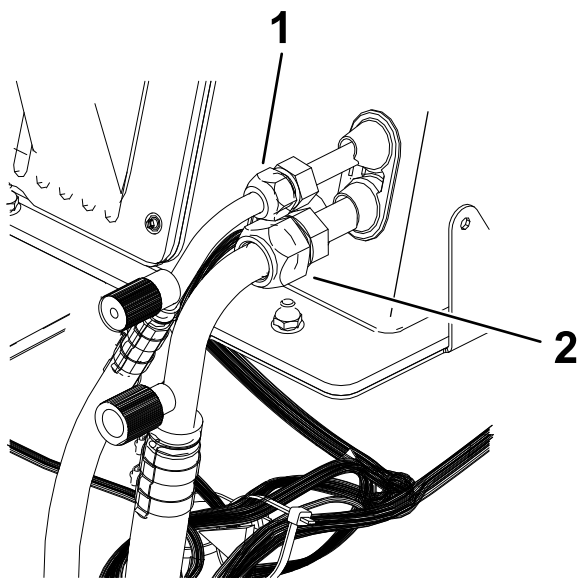

Figure 31
9. Reliez le tuyau d'aspiration et le tuyau de décharge au boîtier HVAC (Figure 31).